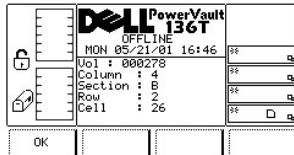

Abbildung 20. Dialogfeld "Status" > "Library" > "Media Selection" > "Media Details"
- 1 Wenn die Taste unter dem Softkey **Select** gedrückt wird, werden die Details des aktiven Feldes angezeigt (siehe Abbildung 20).